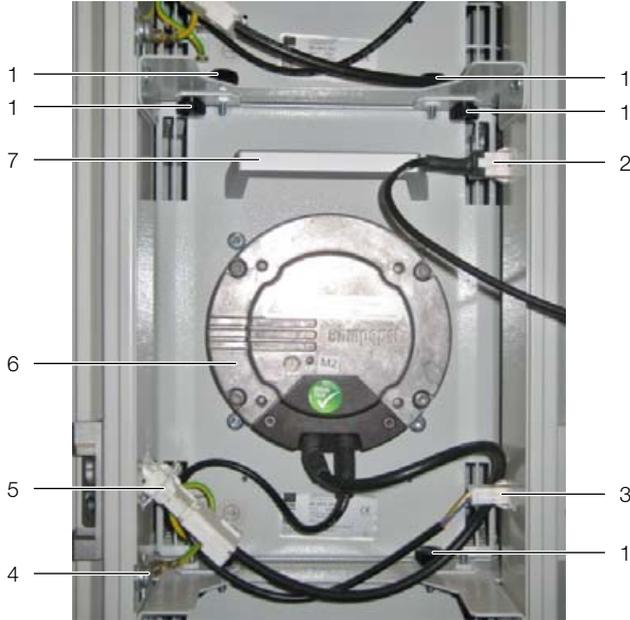

Imagen 30: Módulo de ventiladores – ejecución LCP Inline y LCP Rack
- Si desea sustituir el ventilador 2 y se encuentra instalada la pantalla opcional con función táctil, deberá retirar primero el conector X33 del cable de conexión (imagen 30, pos. 2).
- Retire a izquierda y derecha los dos conectores c.c. y c.a. del ventilador (imagen 30, pos. 3 y 5).
- Desconecte los conectores de puesta a tierra en el ventilador (imagen 30, pos. 4).
- Extraiga arriba y abajo y a izquierda y derecha dos tornillos moleteados o hexagonales (imagen 30, pos. 1) de las chapas de fijación del ventilador.